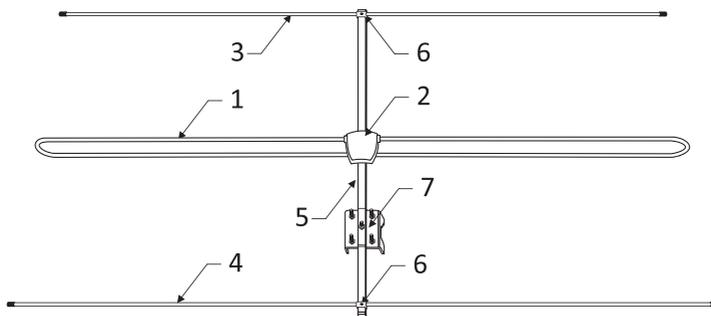

Рис.1 Общий вид антенны
Общий вид антенны приведен на рис.1 и 2. Антенна состоит из петлевого вибратора (1), узла согласования (2), директора (3) и рефлектора (4), установленных на траверсе (5) с помощью винтов (винтов-саморезов) и скоб фиксирующих (6). Также на траверсе установлен узел крепления (7).